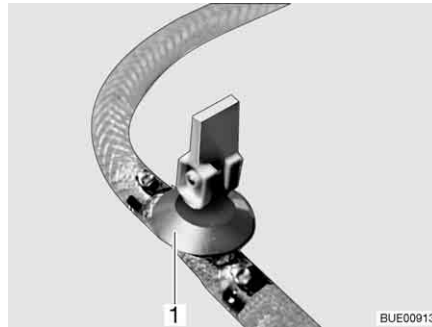
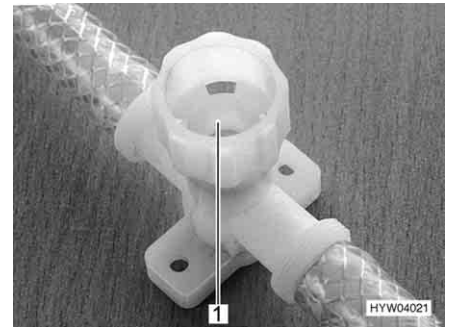

Fig. 154 Llave de desagüe (con balancín)
Fig. 155 Llave de desagüe (con tapa giratoria)
- Cerrar todas las llaves de desagüe. Para esto, poner el balancín de la llave de desagüe (Fig. 154,1) en posición horizontal o girar la tapa de la llave de desagüe (Fig. 155,1) en el sentido de las agujas del reloj.